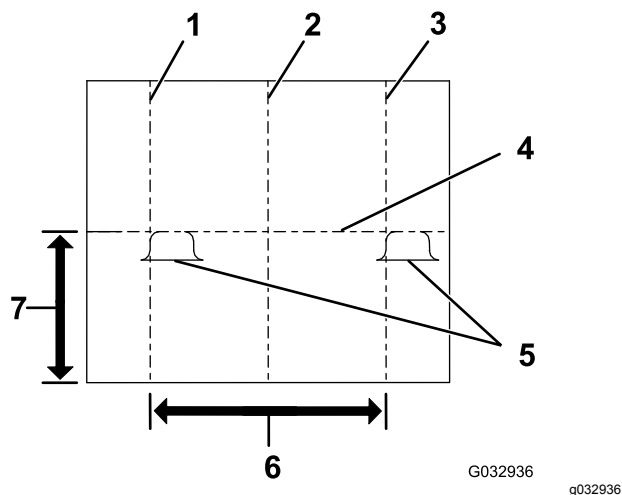

Figure 48
4. Repérez l'axe vertical du véhicule sur l'écran (Figure 48).
5. Repérez l'axe vertical des phares sur l'écran (Figure 48).
6. Repérez l'axe horizontal des phares sur l'écran (Figure 48).
7. Ajustez les phares du chasse-neige jusqu'à ce que la partie la plus lumineuse des feux de croisement soit alignée comme montré à la Figure 48.